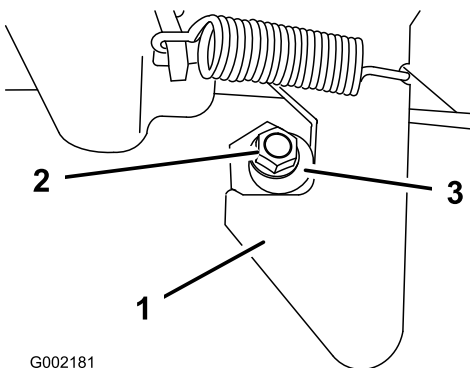

Рисунок 49
1. Ослабьте затяжку контргайки в конце стойки фиксатора (Рисунок 49).
2. Поворачивайте стойку фиксатора по часовой стрелке до тех пор, пока она не будет плотно прижата к крючковой части фиксатора (Рисунок 49).